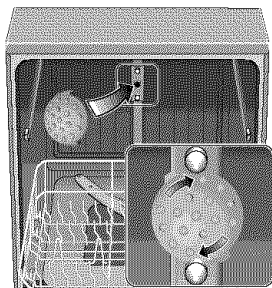

Figure 13/Ilus. 13
1. Insert the Sprinkler into the upper rack spray outlet at the back of the dishwasher tub as shown in Figure 13, and turn the Sprinkler clockwise.
1. Insérer la tête gicleur dans la sortie gicleur du panier supérieur à l'arrière de la cuve du lave-vaisselle comme à la figure 13 et tourner la tête dans le sens horaire.
1. Encaje la Boquilla Regadera en la salida de agua del estante superior en la parte trasera de la tina de la lavadora como indica la Ilustración 13 y dele vuelta a la Boquilla Regadera en el sentido del reloj.